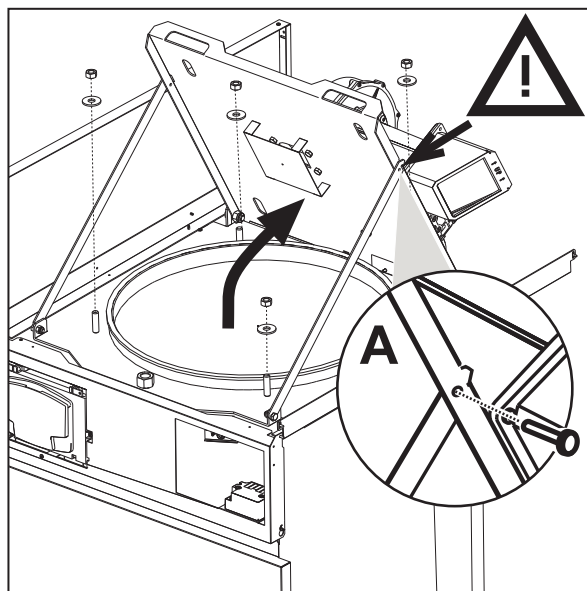

рис. 69
2. Снимите четыре гайки с шайбами (рис. 69).
3. Откройте дверцу горелки (рис. 69).
Открыв дверцу горелки и зацепив ее на опорные кронштейны, необходимо вставить штифт в предохранительное отверстие (поз. А - рис. 69), чтобы избежать риска ее случайного открепления во время операций по техобслуживанию.